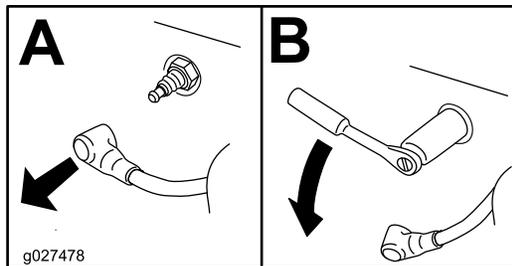

Figure 40
3. Déposez la bougie, comme montré à la Figure 40.